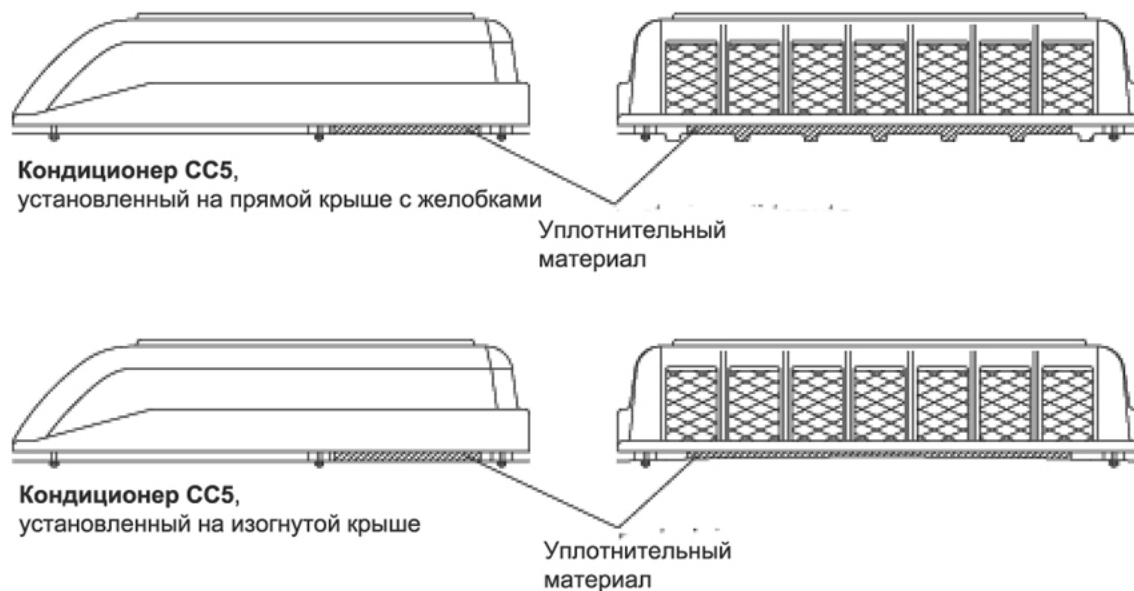

Рис. 4.7
- a) Вырежьте ленты из уплотнительного материала и подгоните их по высоте под контур крыши (выгнутые желобки/канавки/выпуклость крыши) таким образом, чтобы обеспечивалась герметизация контуров (см. Рис.4.7). При монтаже кондиционера уплотнительный материал должен сжиматься по высоте примерно на 20-40 %.